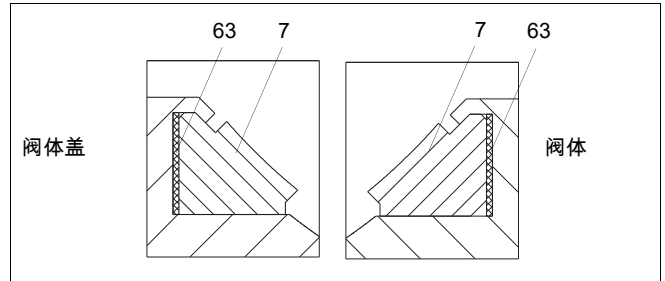

图 25 K 阀座（2"）
- 将背密封（63）放入阀体埋头孔中。然后，将阀座（7）放入阀体埋头孔中，请参见图 25。
- 将背密封（63）放入球座（7）中，请参见图 25。将阀座放入阀体盖（2）中。通过专用工具，锁定阀座。有关说明，请参见第 4.9.4 节。